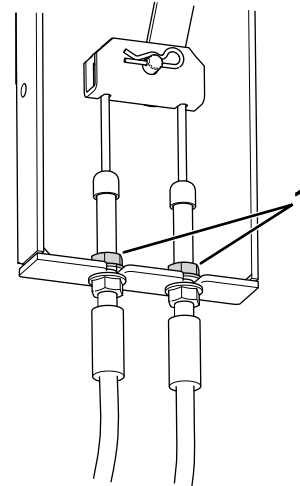

**Bild 71**
3. Lokalisieren Sie die Bremskabelhalterung (Bild 71) unter der linken Seite der Maschine, nahe dem linken Rad.